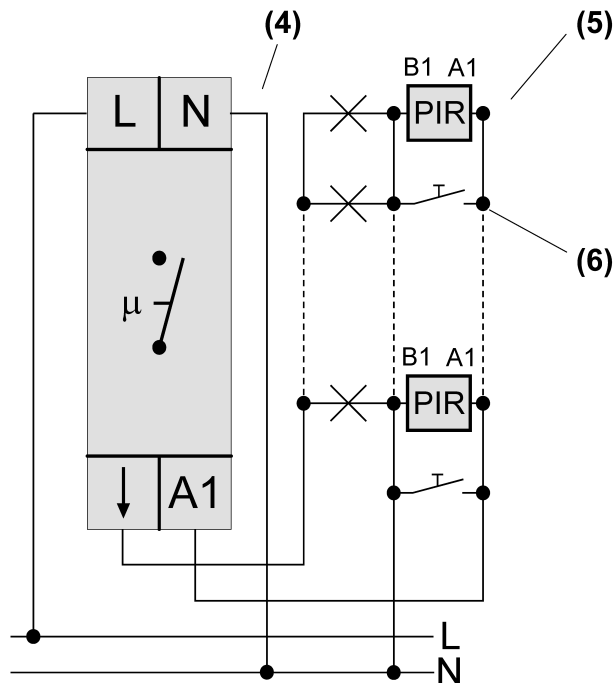
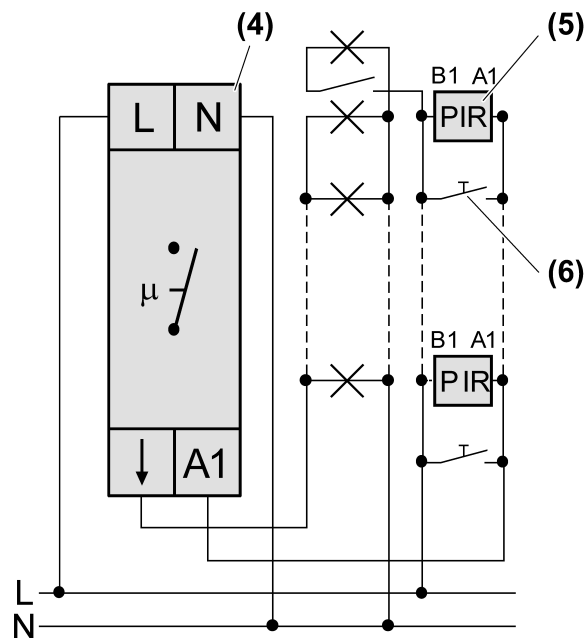
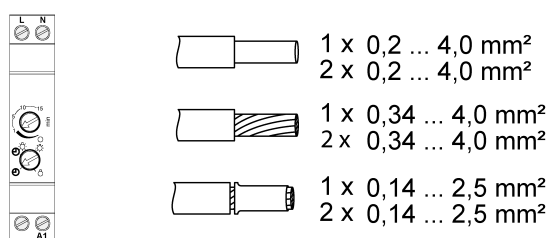
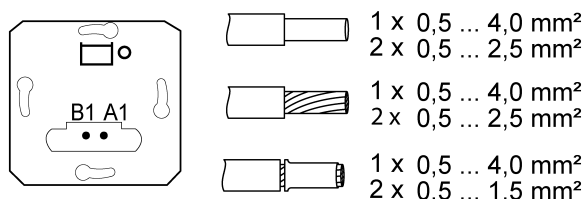

Bild 2: Anschlussplan 3-Leiterschaltung
Bild 3: Anschlussplan 4-Leiterschaltung
Bild 4: Klemmbarer Leiterquerschnitt REG-Automat
Bild 5: Klemmbarer Leiterquerschnitt Impulseinsatz
Der REG-Automat kann für eine 3-Leiterschaltung (Bild 2) oder eine 4-Leiterschaltung (Bild 3) eingesetzt werden. Die 4-Leiterschaltung hat den Vorteil, dass eine zusätzliche Leuchte separat geschaltet werden kann.
- Klemmbare Leiterquerschnitte REG-Automat (Bild 4) und Impulseinsatz (Bild 5) beachten.
- REG-Automat (4) auf Hutschiene montieren.
- REG-Automat (4), Impulseinsatz (5) und Taster (6) nach Anschlussplan (Bild 2) oder (Bild 3) anschließen.